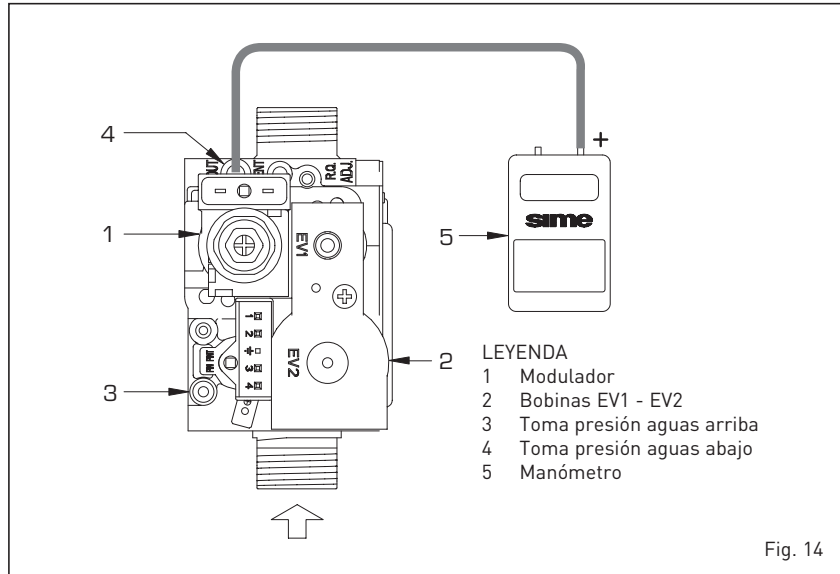

Fig. 14
La caldera está producida de serie con válvula de gas modelo SIT 845 SIGMA (fig. 14) calibrada con dos valores de presión: máxima y mínima que corresponden, en función del tipo de gas, a los valores indicados en la **Tabla 2**.
- Conecte la columna de agua o un manómetro como indicado en la fig. 14
- Quite el capuchón de plástico del modulador (1).